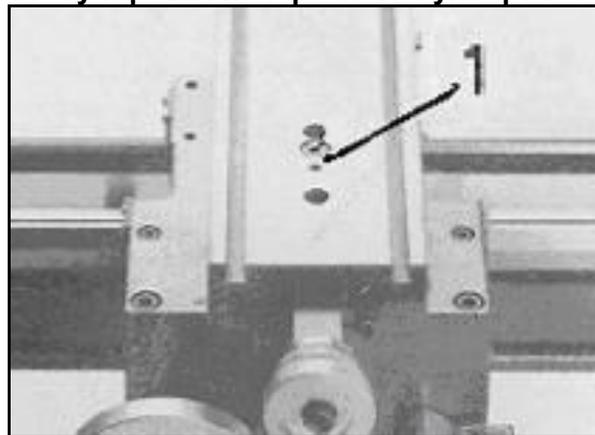

Рис.29
Снимите верхний суппорт и отрегулируйте резьбовой штифт (1, Рис. 29) таким образом, чтобы винт был снова без зазора соединен с гайкой.
Открутите две гайки (1, Рис.29) справа на фартуке суппорта и отрегулируйте установочный винты (2) таким образом, чтобы половинки гайки ходового винта без зазора были расположены в своих направляющих. Закрутите гайки и винты.